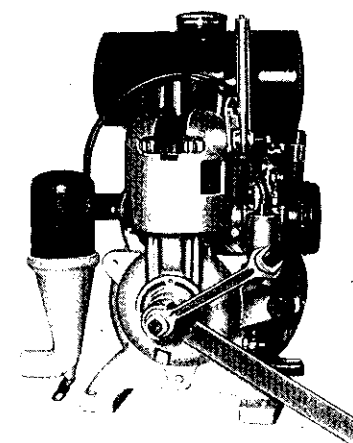

Bild 12. Antriebsritzel abziehen
8. Antriebsritzel abziehen (Bild 12).